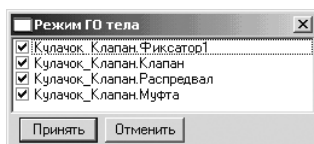

Рис. 1.121. Диалоговое окно **Режим ГО тела** для сборки **кулачок – клапан**
- **Видимые/Невидимые** вызывает диалоговое окно **Режим ГО тела** для выбранного объекта. В нашем примере диалоговое окно **Режим ГО тела** может выглядеть так, как на рис. 1.121.